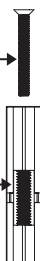

Fig. 24
4. Fixez les lattes de soutien à la **traverse inférieure** avec les boulons à tête plate T-25 M6 fournis, comme illustré à la fig. 24.